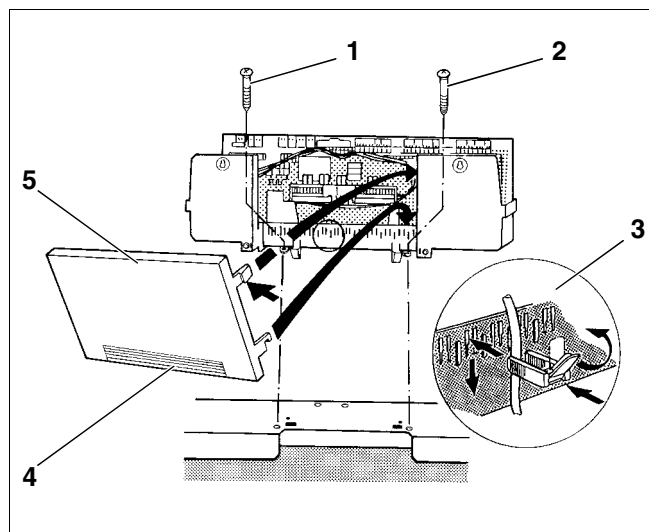

Fig. 24 Montaj aparat reglare Logamatic 4311 / 4312
- Înșurubați soclul aparatului de reglare, în interior pe trasul cablului, în stânga și în dreapta cu 2 șuruburi de tablă (Fig. 24, **Poz. 1 și 2**) de carcasa din față a cazanului.
În caz de nevoie (Fig. 24, **Poz. 4**) rupeți componenta de la peretele (Fig. 24, **Poz. 5**) din spate.
- Introduceți bridele de cablu cu cablu de racord în cadrul pentru bride și fixați cablul prin elementul de fixare. (Fig. 24, **Poz. 3**).
- Introduceți cele 2 cârlige de jos din stânga și din dreapta componentei din spate în cantul superior al cadrului de bride (Fig. 24).
- Apăsăți cele 2 cârlige de împingere, elastice, de sus încet spre interior (săgeată) și introduceți componenta din spate în așa fel, pentru ca cele 2 cârlige să se fixeze (Fig. 24).